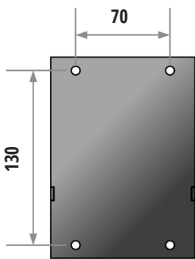

Fig. 2
**PASO 1. INSTALE EL SOPORTE DE PARED.** Tal y como muestra la Fig. 2, taladre 4 orificios de montaje de 10 mm de diámetro y 55 mm de profundidad a la altura adecuada, separados 130mm×70mm, y fije el soporte de montaje a la pared con tacos.